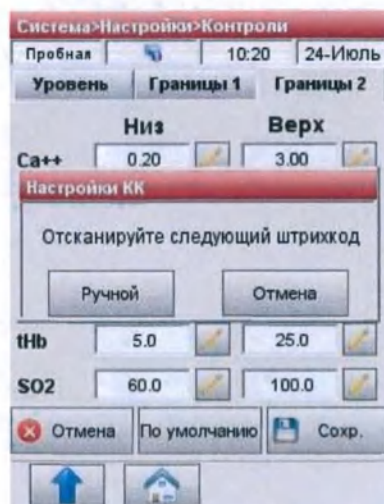

Рис.3-7 Сканер штрих-кода
4. Извлеките лист со штрих-кодом из коробки OPTI CHECK и отсканируйте штрих-код A соответствующего уровня OPTI CHECK или OPTI CHECK PLUS (Рис.3-7).